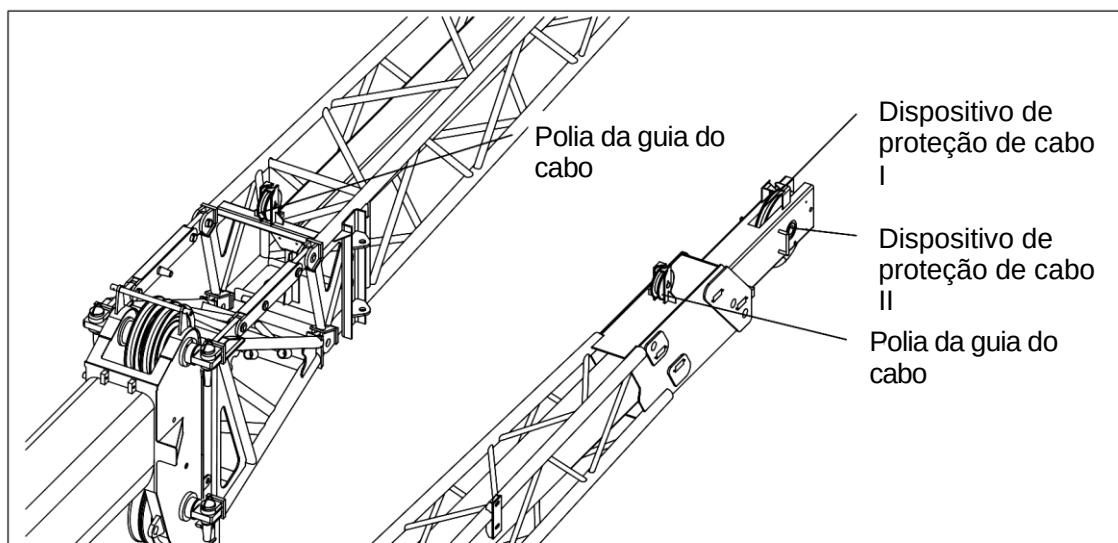

Fig. 07-12
- Para detalhes, consulte a Fig. 07-12.